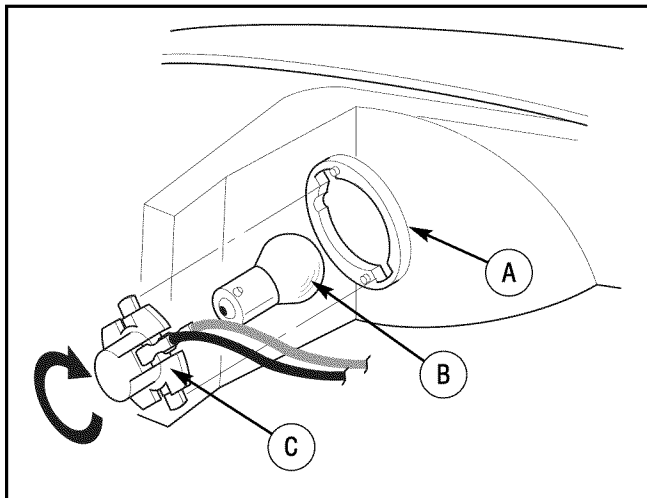

Figura 44: Sustitución de bombilla de luz
2. Gire el **soquete de luz** hasta que las guías en el soquete estén alineadas con los puntos sobresalientes en el **bisel** (Figura 44). Retire el **soquete de luz**. Gire la **bombilla de luz** y retire la bombilla.